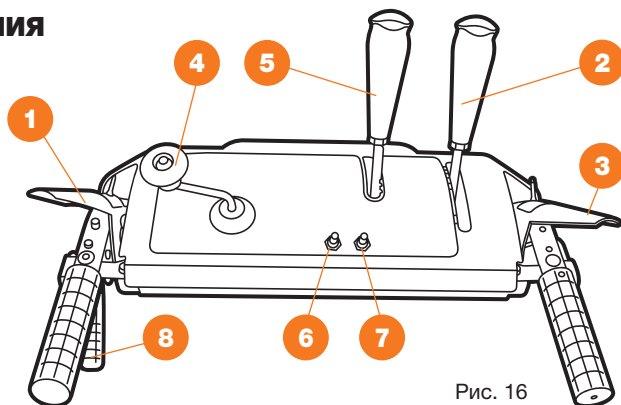

Рис. 16
Описание основных элементов управления панели управления (Рис. 16).
- Установите требуемую рабочую скорость движения переключением передачи на панели управления. Перемещая рычаг выбора скорости движения ② (Рис. 16, стр. 27), установите его в одно из шести положений **ВПЕРЕД** или в одно из двух положений **НАЗАД**.
- Нажмите на рычаг включения вращения шнека ③ (Рис. 16, стр. 27), и шнеки начнут вращаться. Отпустите его, и шнеки остановятся.
- Нажмите на рычаг включения привода колес ① (Рис. 16, стр. 27) и снегоуборщик начнет движение. Отпустите его и движение будет остановлено.
- При отпущенном рычаге включения вращения шнека ③ (Рис. 16, стр. 27), трос привода должен иметь небольшое ослабление. Он не должен быть сильно натянут.
- Находясь в положении оператора (за снегоуборщиком) включите шнек, нажав на рычаг включения привода вращения шнека ③ (Рис. 16, стр. 27).
- Оставьте шнек в рабочем состоянии примерно на 10 секунд, после чего опустите рычаг включения шнека ③ (Рис. 16, стр. 27). Повторите эту процедуру несколько раз.
- При включенном двигателе и установленном в верхнее положение рычаге включения шнеков ③ (Рис. 16, стр. 27), подойдите к снегоуборщику со стороны ковша.